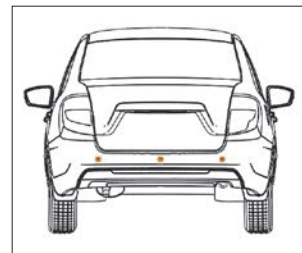

Рис. 43. Датчики парковки
**В вариантном исполнении** автомобили оснащаются системой безопасной парковки парктроник (от англ. parktronic). Система поможет избежать досадных мелких аварий и следующих за ними материальных затрат. Датчики парковки (рис. 43) помогут Вам обнаружить опасное препятствие, невидимое из салона автомобиля.